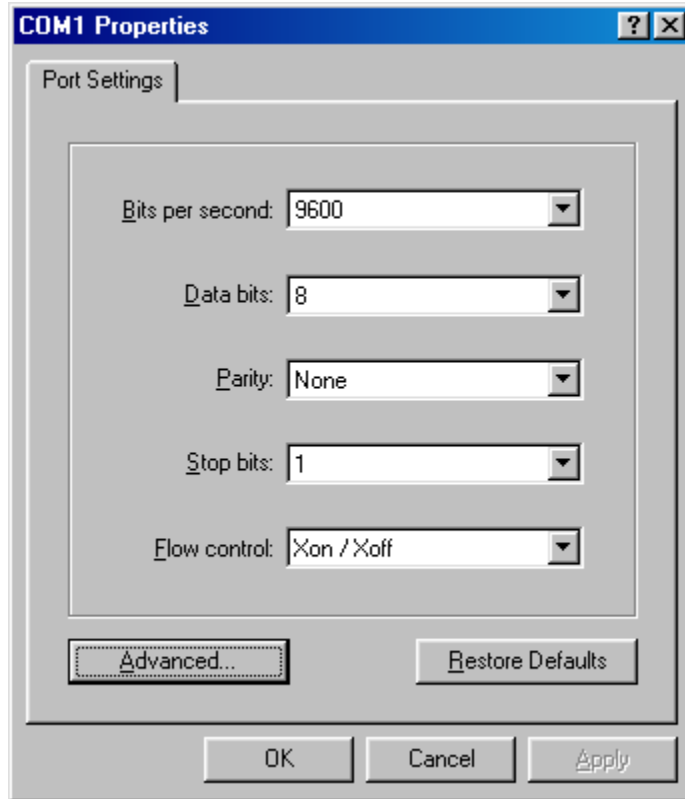

FIGURE 11 Boîte de dialogue Propriétés COM1 de Microsoft Windows
v. Choisissez exactement les paramètres indiqués à la FIGURE 11, puis cliquez sur OK.